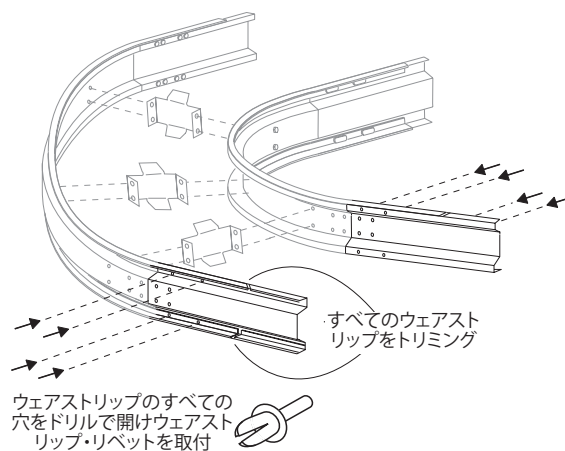

図11
7. 水平カーブのウェアストリップはすべての端をトリミングして、適切な間隔とストレート部分のウェアストリップの端に対する角度を用意します。ウェアストリップにあるウェアストリップ・リベットについてすべての穴をドリルで開けます。その後、ウェアストリップ・リベットを取り付けて作業を仕上げます。図11を参照してください。